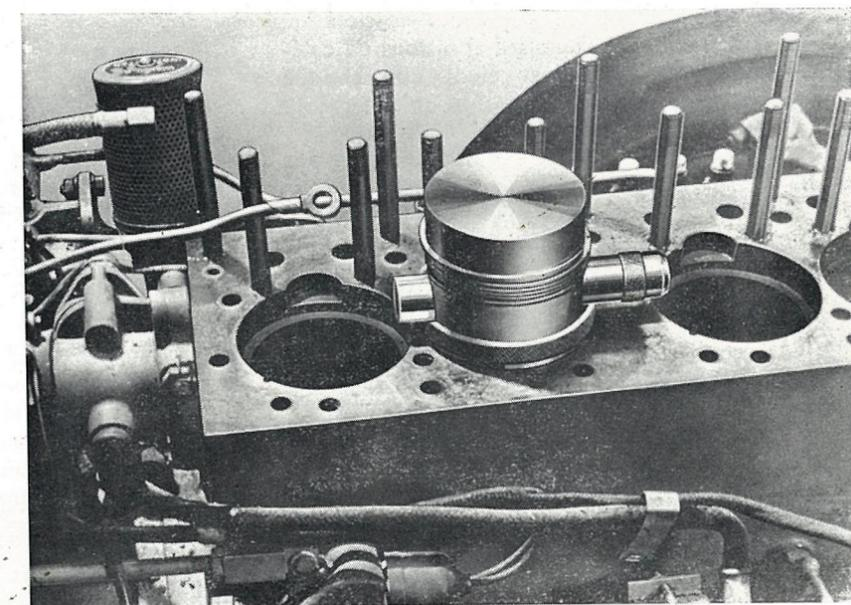

FIG. 24
4. Enlever les circlips et chasser l'axe de piston à l'aide de l'outil de service FT 111 (fig. 24).
3. Une fois l'outil FT 109 engagé à la place des collerettes, enlever les circlips et chasser l'axe de piston à l'aide de l'outil de service FT 111 (fig. 24).